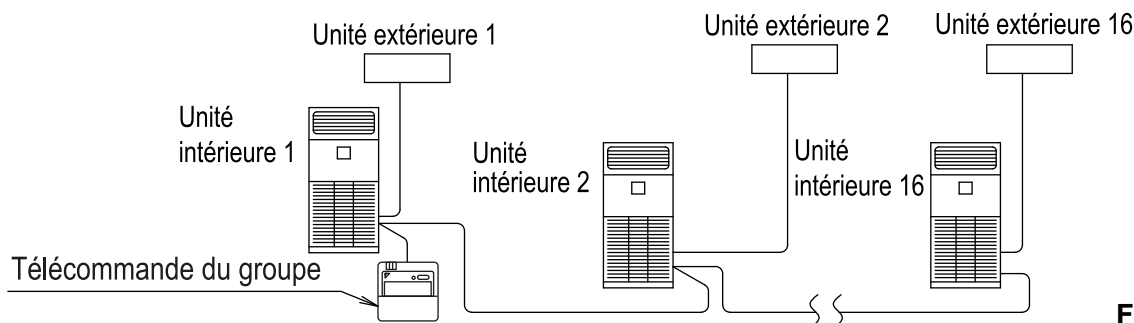

Fig. 36
- Lors de l'utilisation en tant qu'unité en paire, vous pouvez commander le démarrage/l'arrêt simultané (groupe) de 16 unités maximum à l'aide de la télécommande (**reportez-vous à la fig. 36**).